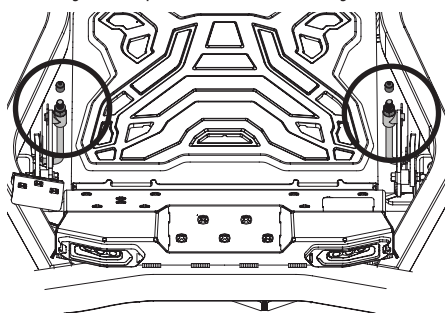

Figure 44
- a. Retirez le capuchon des tiges de relevage avant du plateau et gardez-les pour utilisation ultérieure (Figure 44).
- b. Tournez les écrous avant vers la droite pour relever le plateau de coupe ou vers la gauche pour l'abaisser (Figure 44).